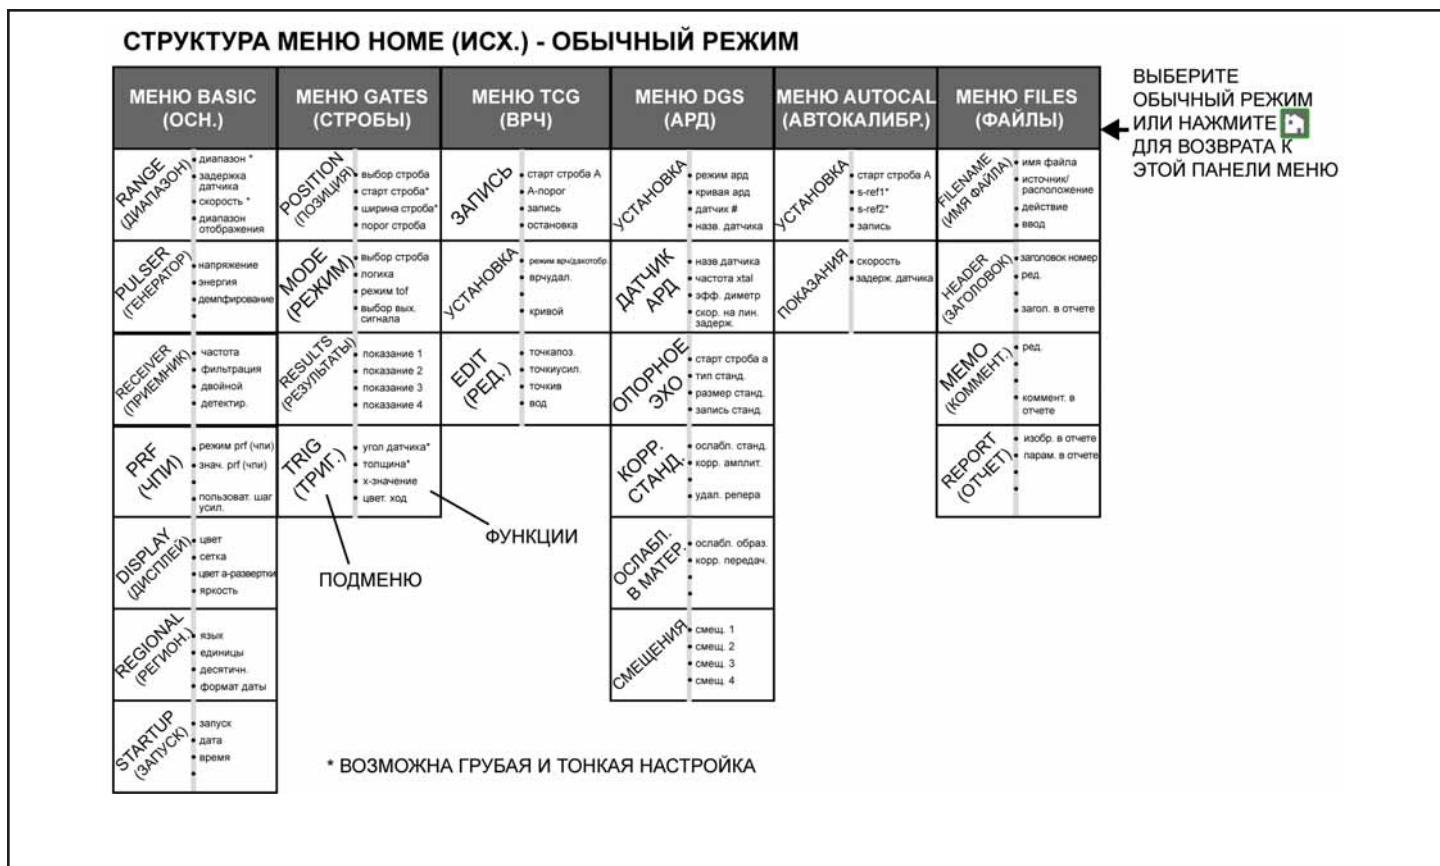

РИСУНОК 4-3—Меню, подменю и функции обычного режима, находящиеся в меню Home (Исх.).
- Доступные меню открываются при помощи *Исходного (Home)* меню (Рисунок 4-3).